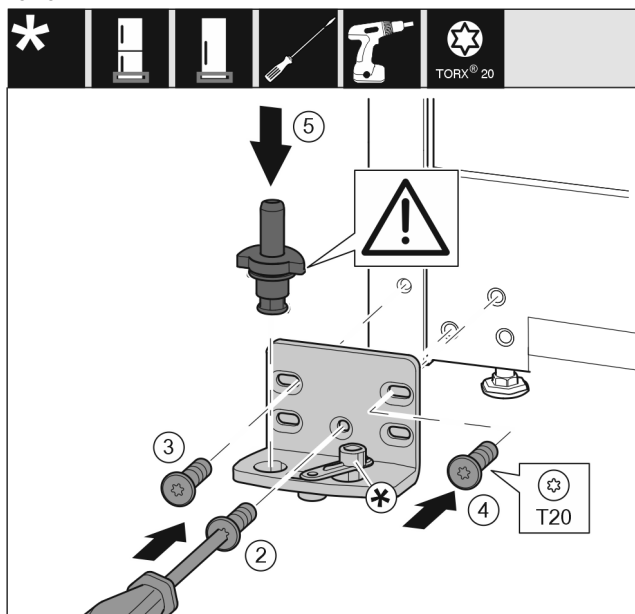

Fig. 31
- Applicare il blocco di supporto sull'altro lato e avvitarlo con l'aiuto di un cacciavite. Iniziare dalla vite Fig. 31 (2) in basso al centro.
- Stringere la vite Fig. 31 (3) e la vite Fig. 31 (4).
- Inserire completamente i perni di supporto Fig. 31 (5). Facendo ciò assicurarsi che la camma di arresto sia rivolta all'indietro.